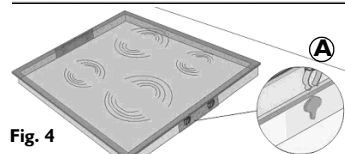

Fig. 4
- Installez le plan de cuisson dans la découpe en veillant à ce que les attaches **(A)** se bloquent dans les crans des étriers **(C)** (Fig. 4 et 5).